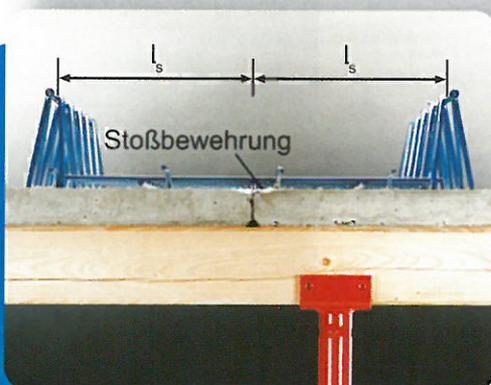

Bild 6
- Stoßfugenbewehrung gemäß Angaben im Verlegeplan verlegen. Sie muss mindestens um das im Plan angegebene Maß l_s über den Plattenstoß reichen (siehe Bild 6).